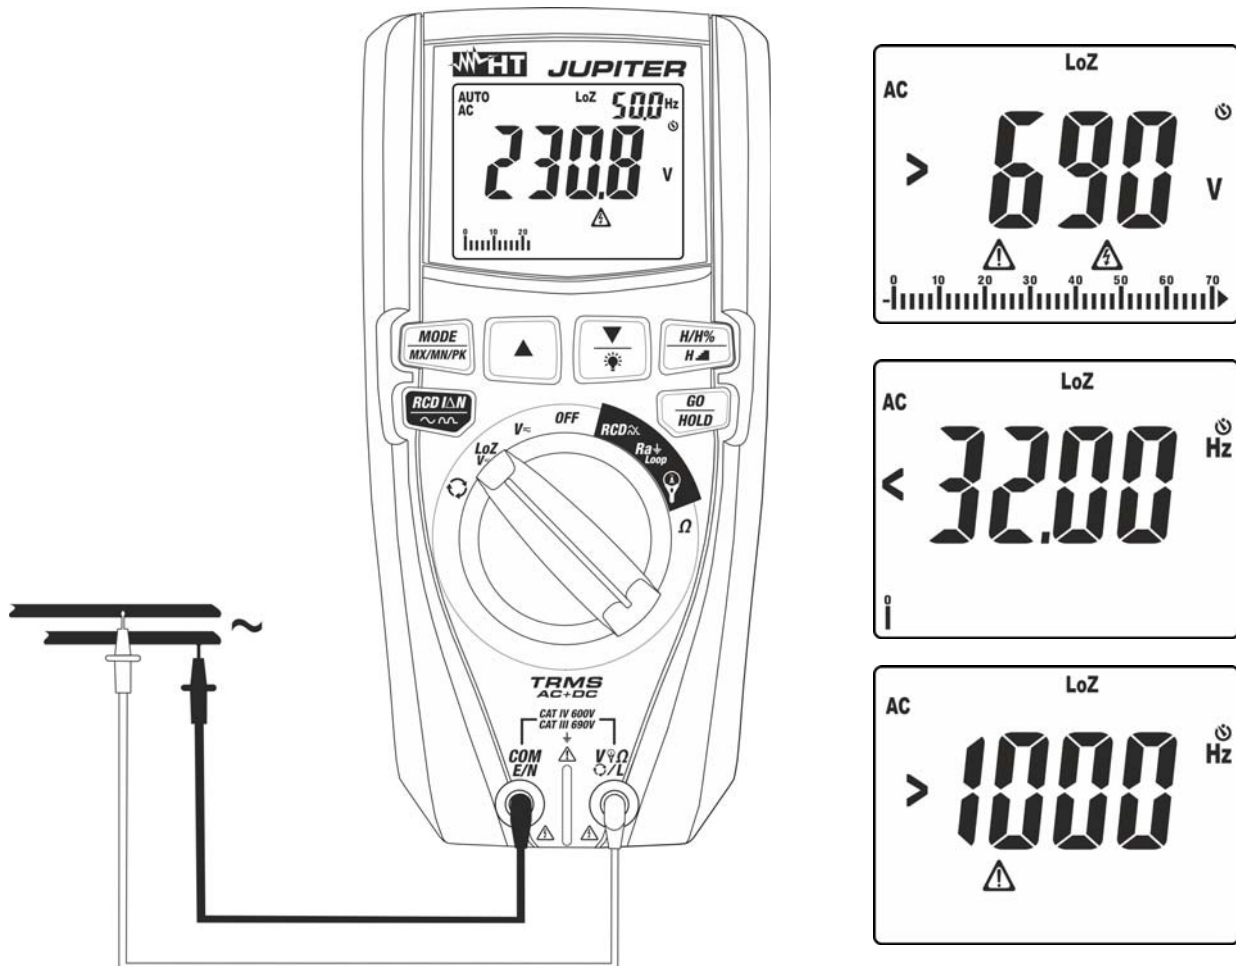

Fig. 10: Uso dello strumento per misura di Tensione AC/DC con funzione LoZ
4. Posizionare il puntale rosso ed il puntale nero rispettivamente nei punti del circuito in esame (vedere Fig. 10) per misura di tensione AC oppure nei punti a potenziale positivo e negativo del circuito in esame (vedere Fig. 8) per misura di tensione DC. Il valore della tensione è mostrato a display. Nella parte alta destra del display è mostrato il valore della frequenza della tensione. Premere il tasto **MODE/MX/MN/PK** per visualizzare il valore della frequenza con maggior risoluzione
5. Se sul display sono visualizzati i messaggi "<32Hz" o ">1000Hz" (vedere Fig. 10) il valore della frequenza è esterno all'intervallo di misura **32Hz ÷ 1000Hz**